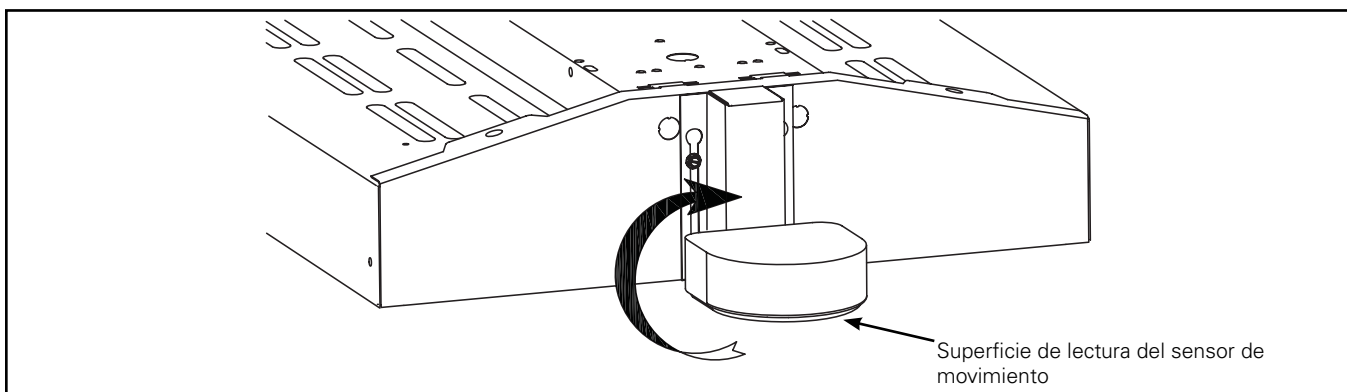

Figura 2.
2. Asegure el soporte ajustando los tornillos en la placa trasera de la luminaria (Figura 2.).
3. Gire la superficie de lectura del sensor de movimiento (LENTE) para que quede en forma paralela al suelo (Figura 2.).